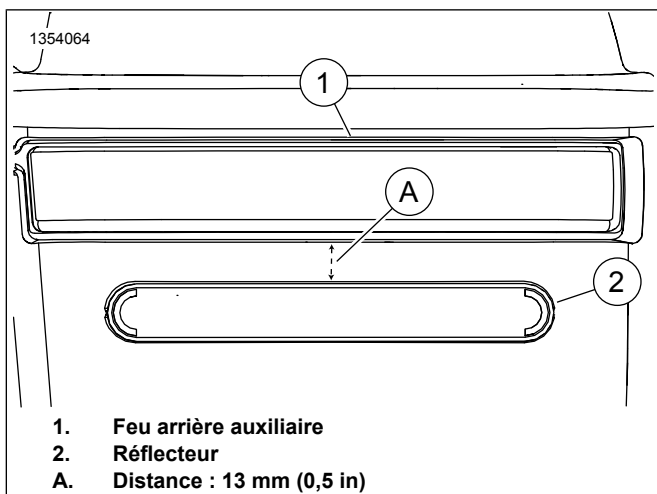

Figure 9. Positionnement du réflecteur
- b. Consultez Figure 9 . Positionner le réflecteur (2) à l'arrière de la sacoche, centré et Distance : 13 mm (0,5 in) en dessous du feu arrière auxiliaire (1).